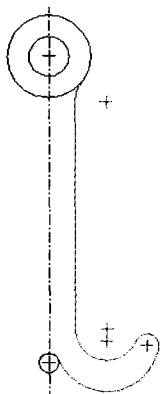
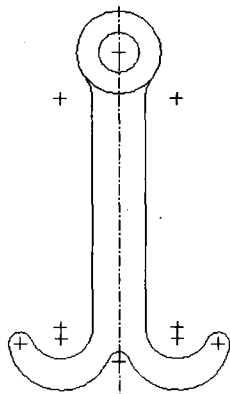

图 1-28 选择图元
图 1-29 镜像图元
(14) 按住<Ctrl>键选择如图 1-28 所示的图元, 单击  按钮, 并选择中心线为镜像中心。单击  按钮修剪多余图元, 完成后如图 1-29 所示。